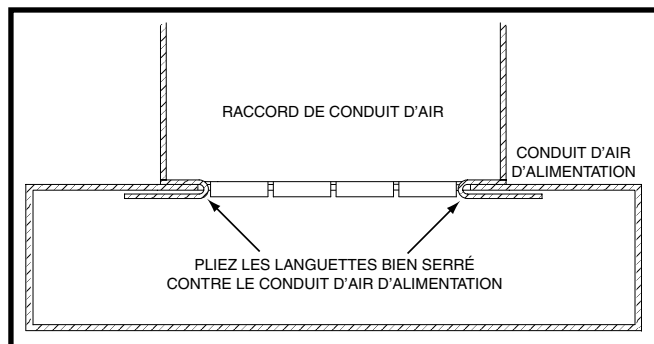

Figure 10. Languettes du raccord de conduit
- Piez les deux languettes vers le haut de 90° sur la plaque de montage. Consultez la Figure 10 \(page 7\).